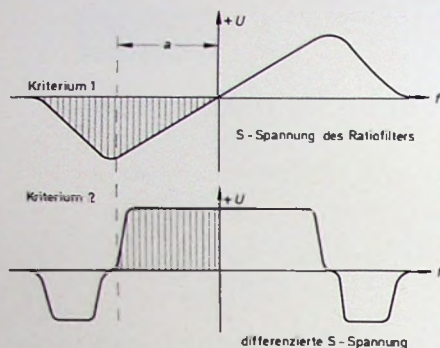

Bild 3. Prinzip der Sendererkennung aus den S-Kurven (a = Bereich, in dem ein Sender erkannt wird)
- das differenzierte S-Spannungssignal muß eine positive Spannung ergeben (Bild 3).